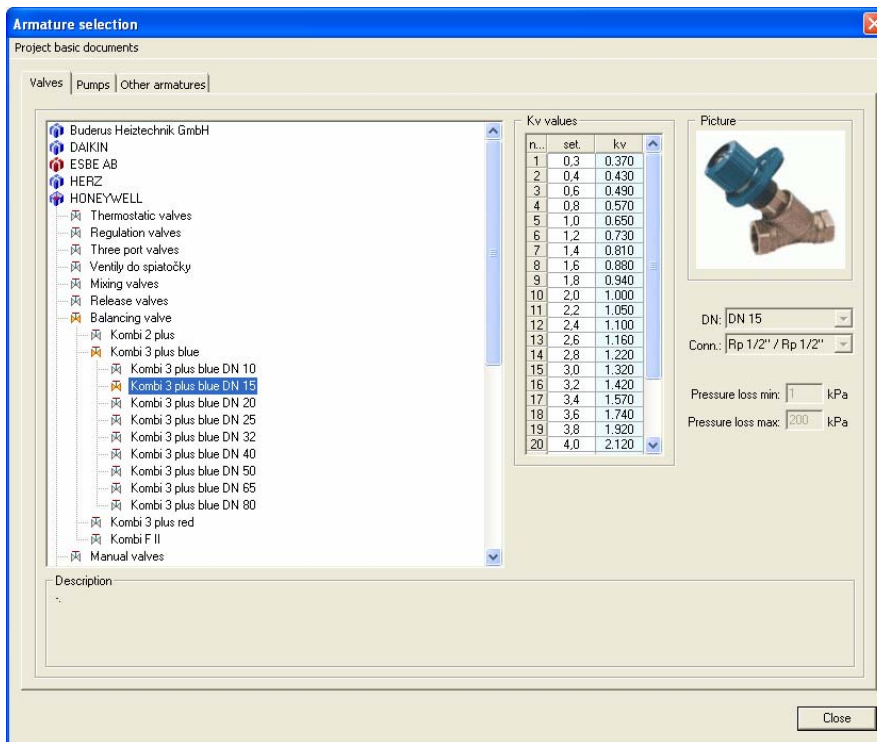

Рис. 3.2-45 Выбор арматуры
2. Появится диалоговое окно *Armature selection/Выбор арматуры*, в котором выберете данную арматуру. (Рис. 3.2-45) В нашем случае выберете балансировочный клапан HONEYWELL Kombi 2 plus синий. Щелкните кнопку *Close/Закреть* и вставьте арматуру в проект.